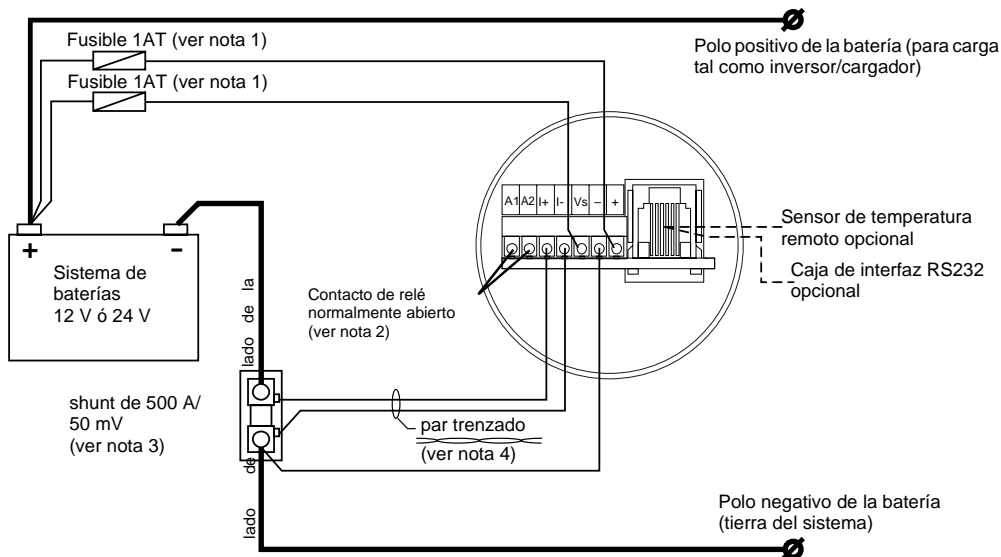

Figura 2 Diagrama de cableado
- Conecte el monitor de baterías al sistema de baterías. **Asegúrese bien de retirar los dos fusibles de 1 amperio de los soportes en línea antes de conectar los cables a la batería.** Siga el diagrama de cableado (Figura 2) y las notas correspondientes cuidadosamente. Si la conexión no se realiza correctamente, el monitor de baterías podría funcionar mal y/o podría haber peligro de incendio. Las líneas gruesas del diagrama representan las rutas del cableado de corriente principal. Estos cables deben ser del tipo para uso intensivo y poder conducir toda la carga de corriente obtenida de la batería. Los cinco cables que van a la unidad del monitor de baterías se pueden conectar al shunt y a la batería mediante terminales de crimpar universales.